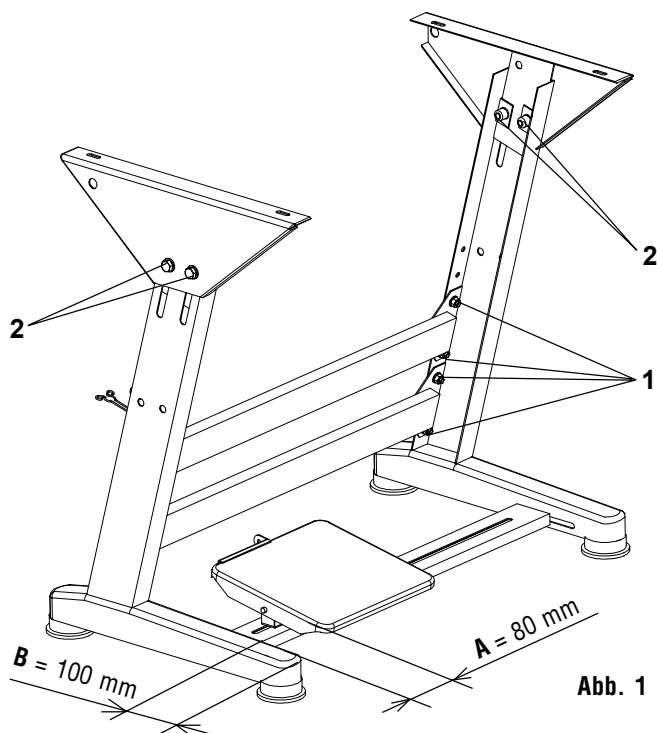

Abb. 1
4. Montage des Gestellgerüsts und Höheneinstellung (Abb. 1)
Das Gerüst nach der Abb. 1. montieren. Die Kote "B" ist für die mittelhohe Gestalt der Bedienungsperson bestimmt. Für eine höhere Gestalt muß man die Kote "B" vergrößern und umgekehrt. Die Maschinenfüße werden nach dem Fußboden durch die Lockerung der Schrauben (1) ausgeglichen. Mittels Schrauben (2) kann man die Höhe der Platte und des Gestelles einstellen.